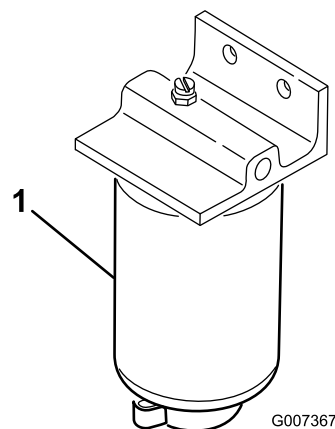

Bild 45
1. Stellen Sie einen sauberen Behälter unter den Kraftstofffilter (Bild 45).
2. Reinigen Sie den Anbaubereich der Filterglocke (Bild 45).